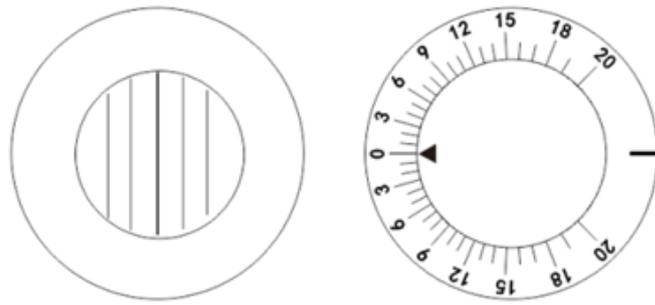
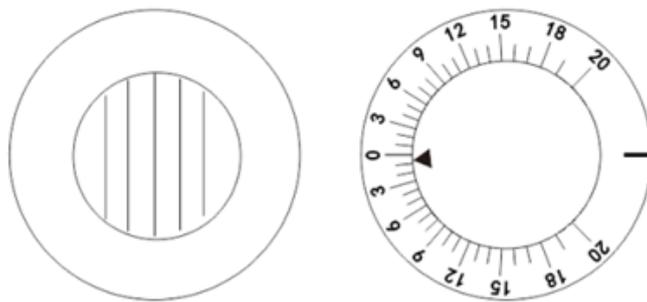

Abb.48
Abb.49
b. Messen Sie dann die vertikale Phorie. Drehen Sie den Hilfslinsenknopf ., wie in Abb. 48 gezeigt ② und stellen Sie MR_{RV} für das rechte Auge ein. Drehprismenlinse drehen Turn ② um das linke Auge in horizontale Position zu bringen. Jetzt kann der Testteilnehmer mit dem rechten Auge eine rote horizontale Linie und mit dem linken Auge den Lichtfleck sehen. Fragen Sie dann den Testteilnehmer nach dem gleichen Verfahren wie a, wann er sehen kann, dass sich die rote Linie und der Lichtfleck treffen, während er den Drehknopf der Prismenlinse dreht ①. Wenn es wie in Abb. 49 dargestellt ist, ist es laut Testberichten, dass sie sich treffen, 0.5, unter 0. was anzeigt, dass das